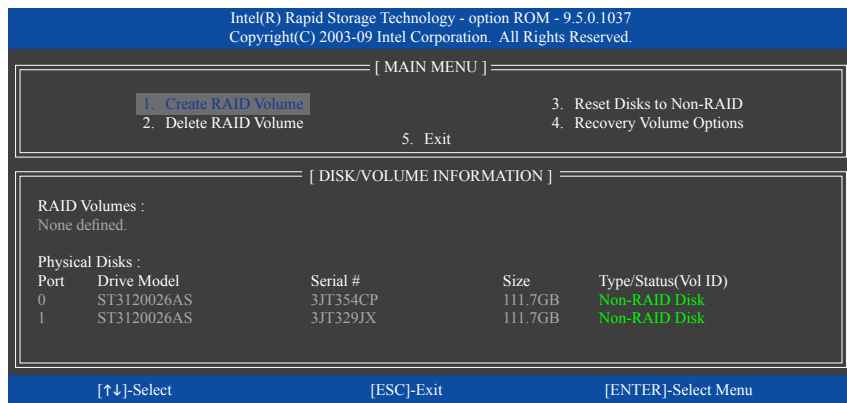

図8
**MAIN MENU** で **Crate RAID Volume** を選択し、<Enter>を押します (図8)。